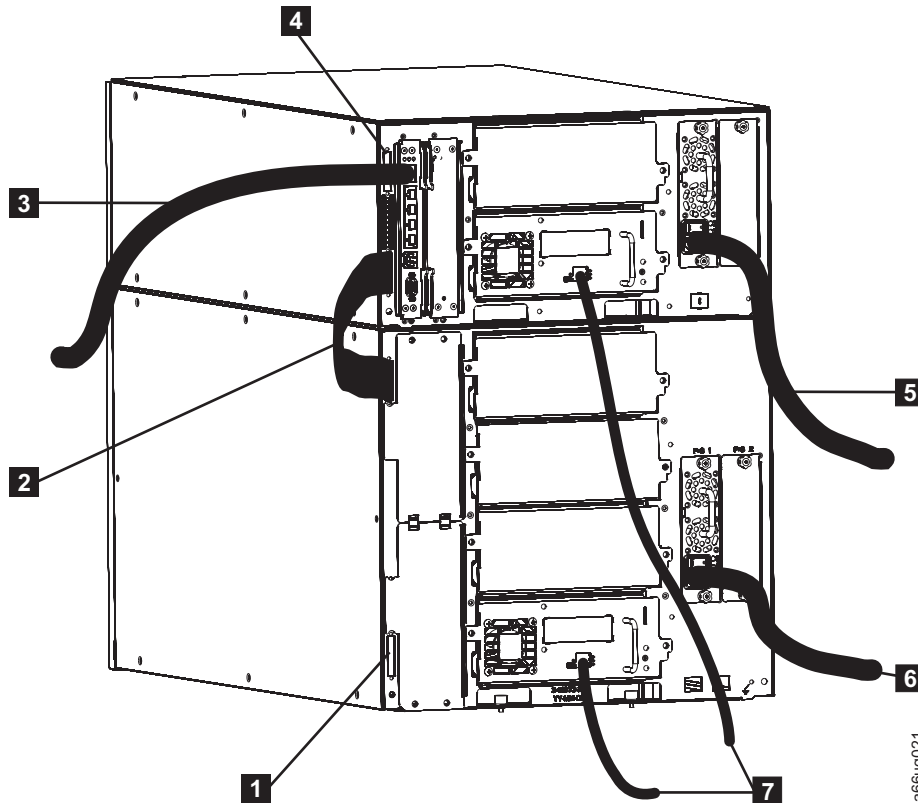

Abbildung 3-2. Verkabelung bei einem 14U-Kassettenarchiv
- Zwei Modul-DFV-Abschluss-Stecker (**1** und **4** in Abb. 3-2)
- Übertragungskabel zwischen Modulen (**2** in Abb. 3-2)
- Netzkabel an die einzelnen Netzteile (**5** und **6** in Abb. 3-2) und dann an den Versorgungsstromkreis
4. Schalten Sie die Netzschalter aller Netzteile im Kassettenarchiv ein (I).
8. Schalten Sie die Netzschalter aller Netzteile im Kassettenarchiv aus (O).